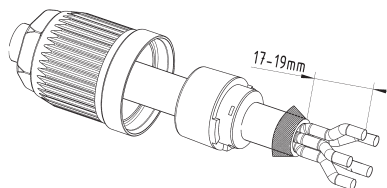

Abbildung 3 / figure 3 / figure 3
3. Schieben Sie die Überwurfmutter und die ausgewählte Dichtung auf das Kabel (Abb. 3).
Push the lock nut and selected seal over the cable (Fig. 3).
Glisser l'écrou et le joint choisi sur le câble (Fig. 3).
4. Ziehen Sie das Schirmgeflecht zurück. Wenn nötig entfernen Sie die Folien (Abb. 3).
Pull back the shielding braid. Remove foils if necessary (Fig. 3).
Rabattre la tresse de blindage. Enlever éventuellement le film de protection si nécessaire (Fig. 3).